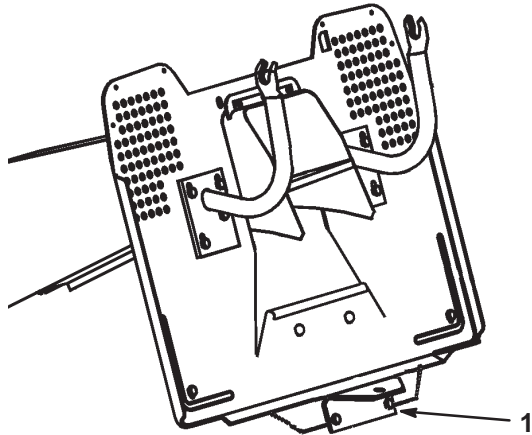

Figure 17
2. Montez le dispositif sur le crochet d'attelage situé sur la partie inférieure à l'arrière du tracteur (Fig. 17).